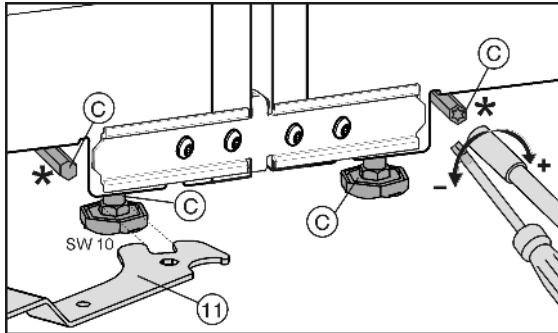

Fig. 8
Передні ніжки можна регулювати за допомогою гайкового ключа Fig. 8 (11), задні ніжки\* — за допомогою викрутки Torx® 25.